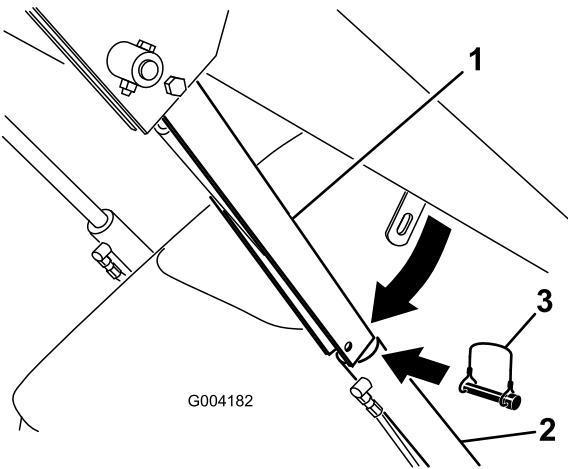

Figure 24
4. Enlevez la goupille à anneau qui fixe le verrou de vérin au bras de chargeuse (Figure 24).
- 5. Abaissez le dispositif de verrouillage sur la tige du vérin et fixez-le en position à l'aide de la goupille à anneau (Figure 24).